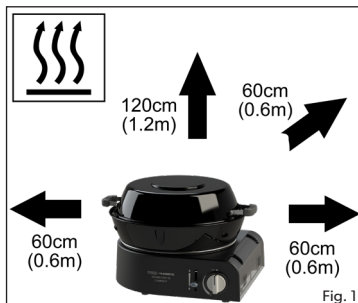

Fig. 1
- Assicuratevi che il dispositivo sia usato a distanza da materiali infiammabili. Distanze minime di sicurezza: sopra il dispositivo - 1,2 m; dietro e ai lati - 0,6m. (fig. 1)